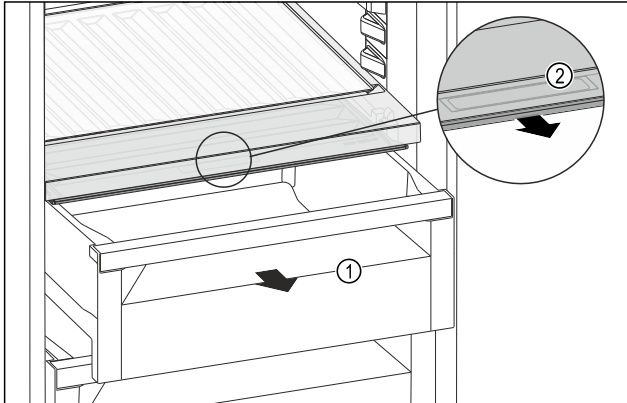

Fig. 240
- Schubfach Fig. 240 (1) herausziehen.
- Griffmulde Fig. 240 (2) am Fachdeckel anfassen und Fachdeckel gleichzeitig nach vorne ziehen.